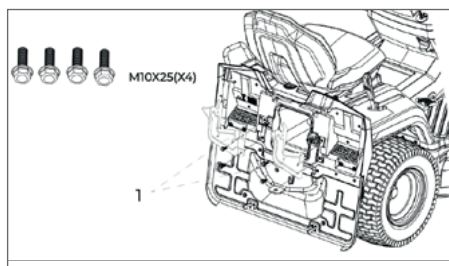

Рис. 9
### 6.8 Установка поворотного крепления травосборника (рис. 9)
- Установите поворотные кронштейны (рис. 9, поз. 1) с помощью 4 болтов (M10x25).